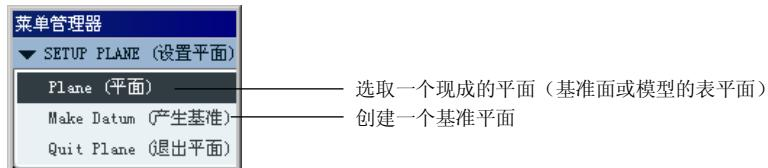

图 9.3.5 “设置平面”菜单
(1) 在图 9.3.5 所示的 ▶ SETUP PLANE (设置平面) 菜单中选择 Plane (平面) 命令。